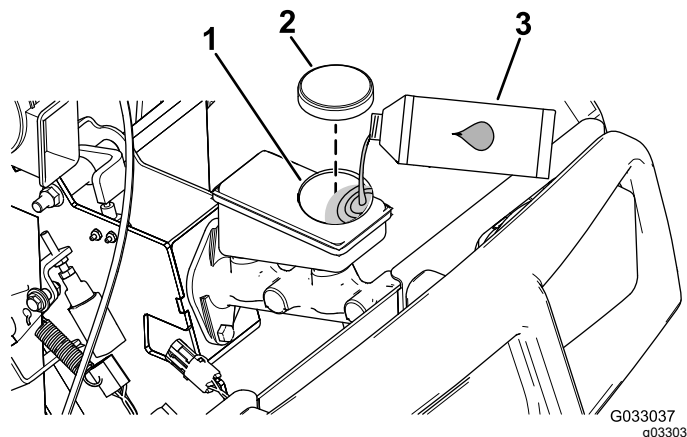

Рисунок 68
4. Поднимите капот, чтобы получить доступ к главному тормозному цилиндру и бачку (Рисунок 68).
- A. Очистите область вокруг крышки бачка и снимите крышку (Рисунок 68).
- C. Установите на место крышку бака (Рисунок 68).